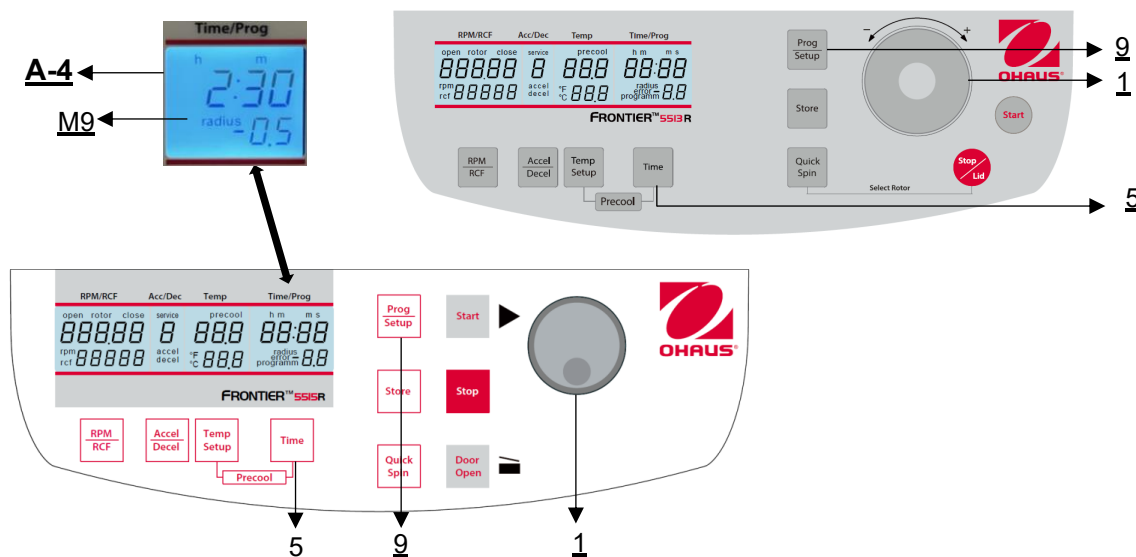

Abbildung 17
Schließen Sie zunächst den Zentrifugendeckel, drücken Sie dann gleichzeitig die Taste **"Time"** (5) und die Taste **"Prog/Setup"** (9) und halten Sie sie gedrückt (siehe **Abbildung 17**).